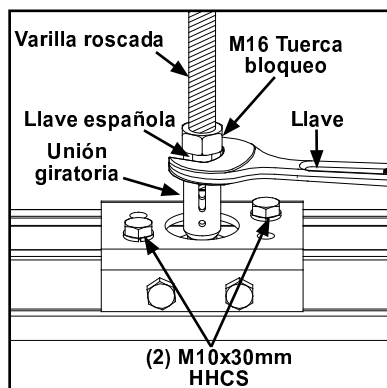
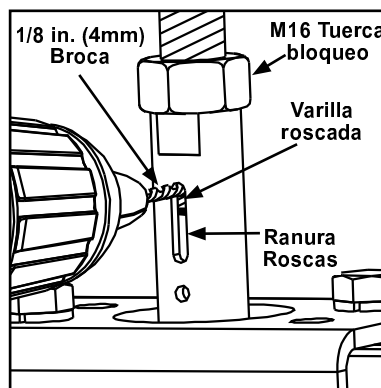

Figura 3-42
Figura 3-43
- Paso 2. Verifique que las roscas estén visibles en las ranuras cuando termine de nivelar el sistema. Vea Figura 3-42.
- Paso 3. Afloje dos (2) M10 x 30mm HHCS and golpee suavemente con un martillo el soporte del Canal-C o el soporte del riel hasta que la varilla roscada quede perpendicular al riel.
- Paso 4. Apriete dos (2) M10 x 30 mm HHCS hasta que las arandelas de presión estén planas para asegurar el soporte de montaje al riel. No apretar de más.
- Paso 5. Apriete las tuercas Hex de bloqueo M16 en cada conector de la varilla para bloquear la varilla en el conector. Ver Figura 3-43.